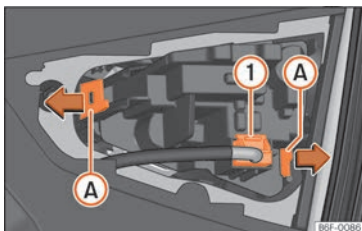

Abb. 110 Lampenhalter ausbauen.
4. Ziehen Sie den Stecker von der Lampe »» **Abb. 110** ① ab.